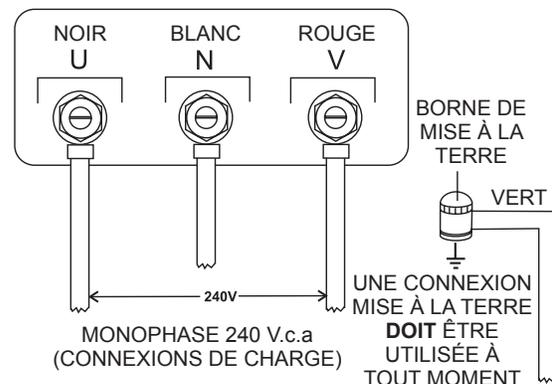

Figure 15. Cosses des bornes de sortie Connexions 1Ø-120V
1. Connecter les fils de charge aux cosses du bornier de sortie comme indiqué dans Figure 15.